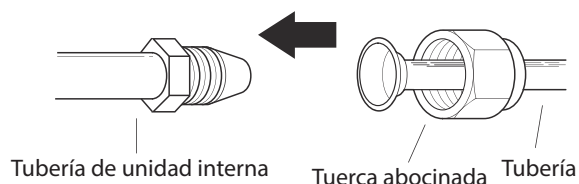

Fig. 5.7
- 1 Alinee el centro de los dos tubos que va a conectar. Ver Fig. 5.7.